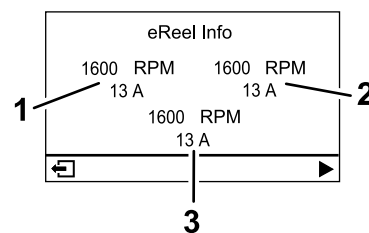

Figure 24
- **Écran d'information moteur UC** (Figure 24) : indique le régime et le courant du moteur de chaque unité de coupe.